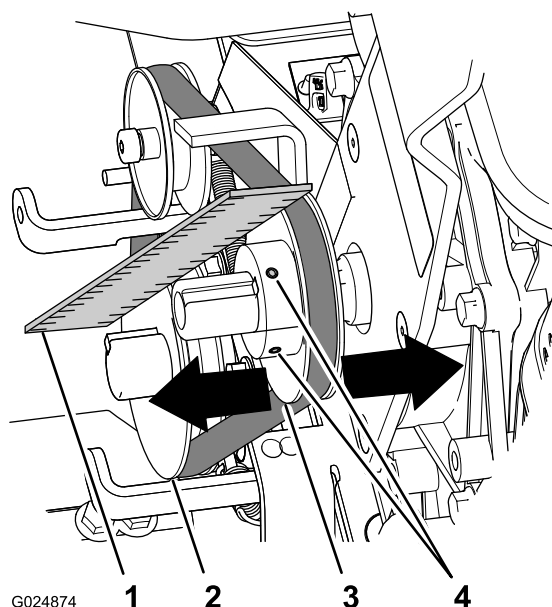

Figura 24
- Coloque una regla sobre la polea del motor y la polea de la caja de engranajes (Figura 24).
- Afloje los 2 tornillos de fijación que sujetan la polea del motor al eje del motor (Figura 24).
- Golpee suavemente la polea del motor para acercarla o alejarla del motor, hasta que las poleas de la caja de engranajes y del motor queden alineadas con la regla (Figura 24).
- Apriete los 2 tornillos de fijación que sujetan la polea del motor al eje del motor (Figura 24).